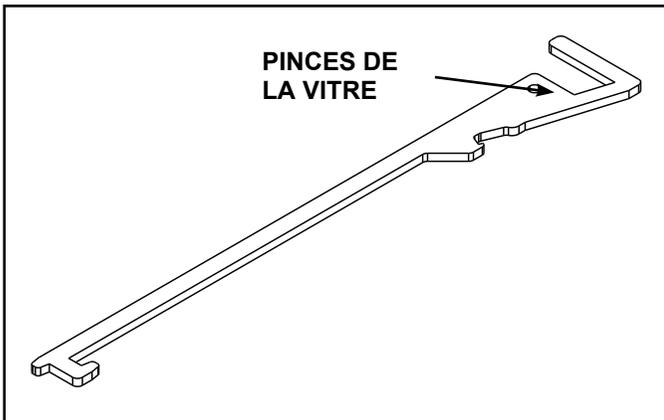

Figure 4.1 Outil multifonction
- Pour retirer l'assemblage de la vitre, utilisez l'outil multifonction fourni. Voir Figure 4.1. Tout en tenant le panneau de verre, tirez les deux verrous inférieurs à ressort vers l'avant et laissez-les se rétracter loin de l'assemblage de la vitre. Inclinez la partie inférieure de l'assemblage de la vitre vers l'extérieur jusqu'à ce que les verrous du haut soient dégagés.